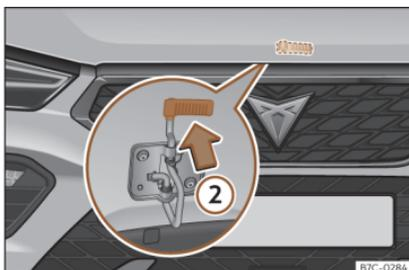

Fig. 193 Leva sotto il cofano del vano motore.
- Per sollevare il cofano del vano motore, tirare verso l'alto la levetta sporgente da sotto il cofano stesso»»» **fig. 193** ②. Il cofano viene disimpegnato dal gancio che lo trattiene.